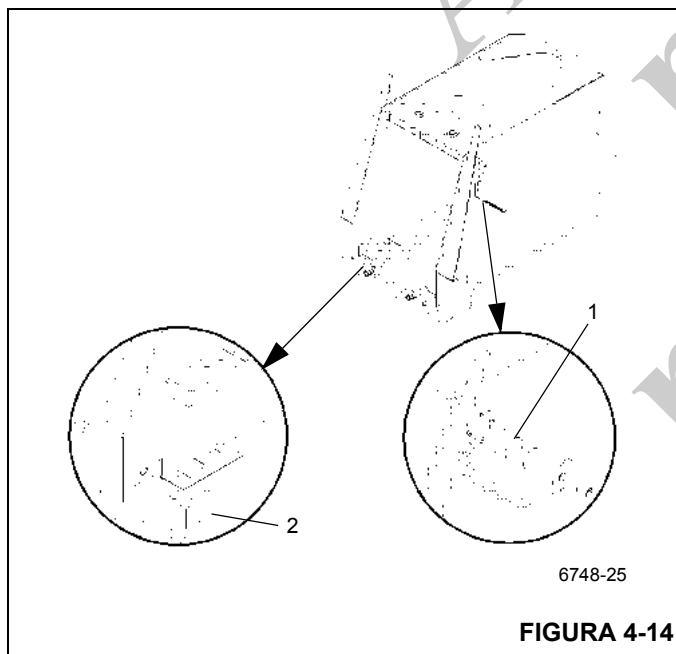

FIGURA 4-14
5. Remova os dois parafusos que fixam cada placa de desgaste lateral superior (Figura 4-14, 1) e inferior (Figura 4-14, 2) na frente da seção da base. Remova as placas de desgaste, os calços e a cantoneira de montagem (apenas lado superior esquerdo).